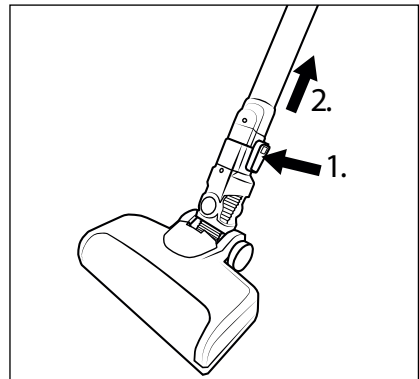

Fig. 12
- ◆ For at fjerne gulvbørsten  fra sugerøret , skal du trykke på oplåsningsknappen til gulvbørsten  og holde den nede og tage sugerøret  ud af gulvbørsten  (se fig. 12).